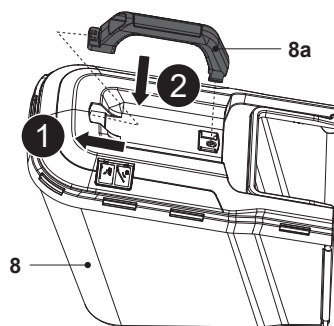

Fig. 6
2. Prinde mânerul de transport (8a) în cele două fante de asamblare de pe cadrul superior al colectorului de iarbă (8), având grijă să-l orientezi corect (fig. 6).